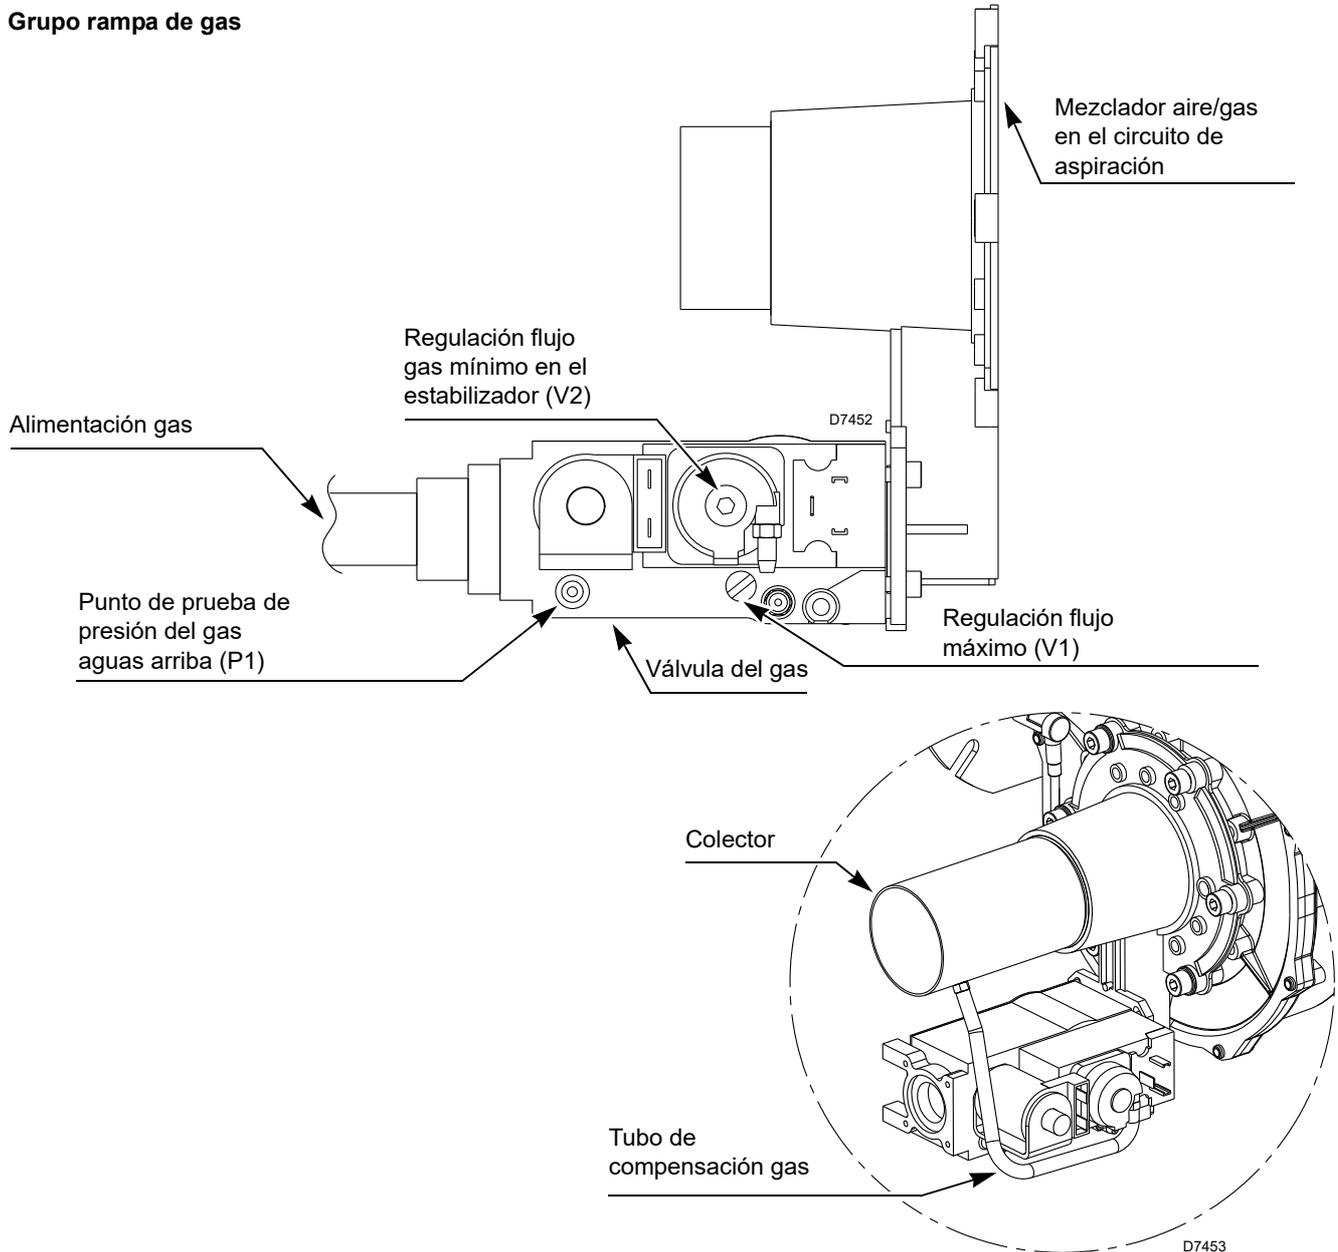

Fig. 16
Mezclador aire/gas Fig. 16
- purgar el aire de la tubería de gas mediante el tornillo en la toma del punto de prueba de la presión del gas (P1) (Fig. 16 en la pág. 22);